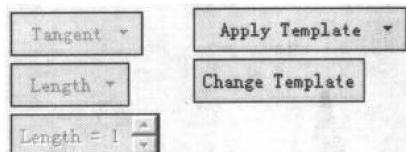

图 1-15
- (6) 建立延伸曲面，将参数中的 No Template (无模板) 改为 Apply Template (应用模板)，然后选择 Change Template (修改模板)，如图 1-15 所示。